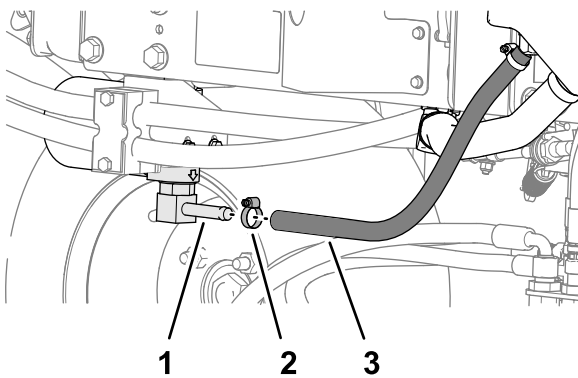
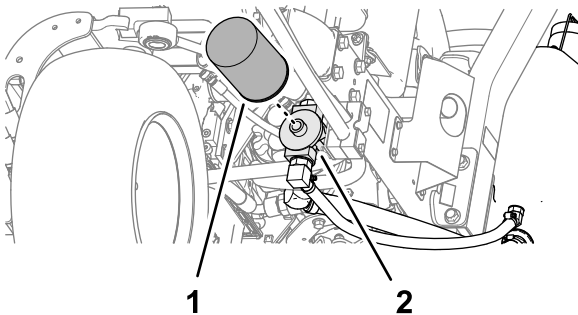

Bild 89
Bild 90
2. Klemmen Sie die Hydraulikölleitung ab (Bild 89) oder entfernen den Hydraulikölfilter (Bild 90) und lassen Sie das Hydrauliköl in ein Auffanggefäß ablaufen.